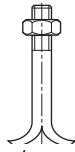

Fig. 8: Ankerschrauben
- Ankerschrauben (siehe Fig. 8) in die vorgesehenen Bohrungen einhängen.